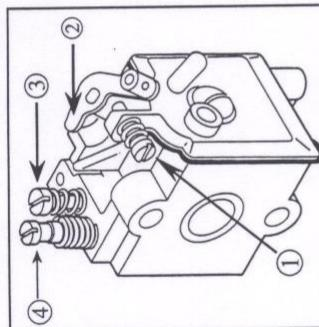

Fig. 37
- Figs. 37 & 38
Denominación de las piezas - Figs. 37 & 38
Designação das peças - Figs. 37 & 38
Beschrifung von onderdelen - Figs. 37 & 38
Beskrivning av delar - Figs. 37 & 38
Beskrivelse af dele - Figs. 37 & 38
Beskrivelse av dele - Figs. 37 & 38
Overskrift over dele - Figs. 37 & 38
Bezeichnung der Teile - Abb. 37 & 38
Description of Parts - Figs. 37 & 38
Designation des pièces - Figs. 37 & 38